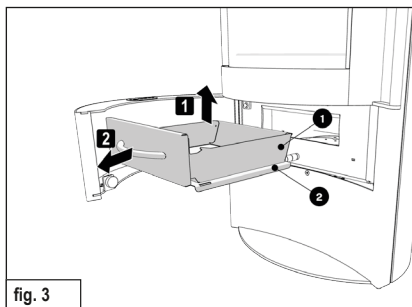

fig. 3
- ▶ Estrarre il contenitore della cenere (1) dalla maniglia con il coperchio (2) (fig. 3).